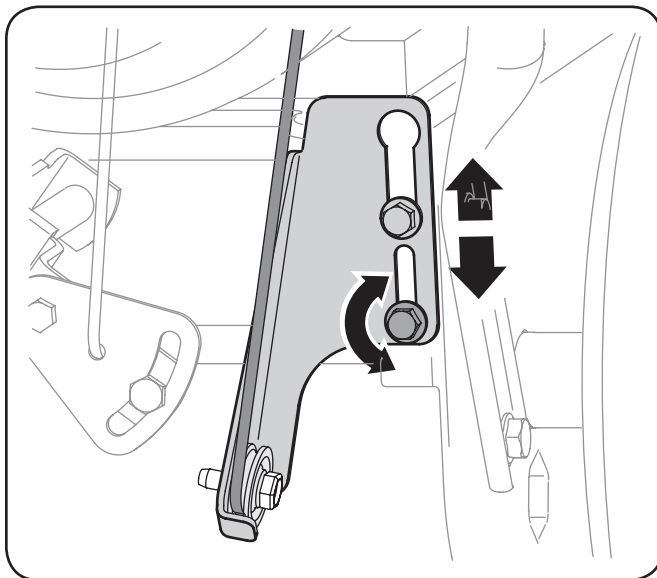

Figura 6-6
2. Afloje la tuerca hexagonal inferior del soporte del cable de la transmisión. Vea la Figura 6-6.